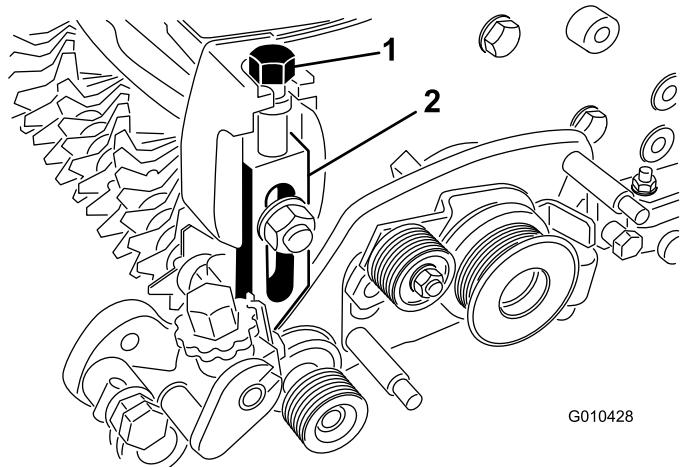

Figure 14
- Vissez le boulon de réglage de hauteur de coupe au sommet du bras de réglage gauche (Figure 14).
- Montez le bras de réglage gauche sur la plaque latérale du plateau de coupe à l'aide du boulon de carrosserie, de l'écrou et de la rondelle existants (Figure 14).
- Vissez la vis de réglage de hauteur de coupe au sommet du bras de réglage droit (Figure 14).
- Montez le bras de réglage droit sur la plaque latérale du plateau de coupe à l'aide du boulon de carrosserie, de l'écrou et de la rondelle existants (Figure 14).